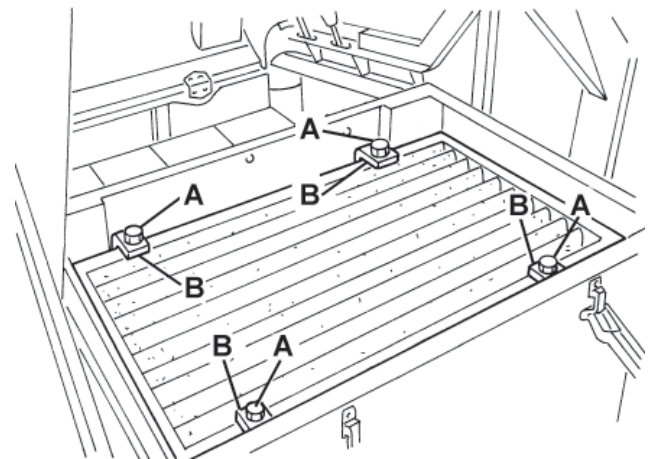

Abbildung 16
6. Knöpfe (A, Abb. 16) herausdrehen und Bügel (B) entfernen.